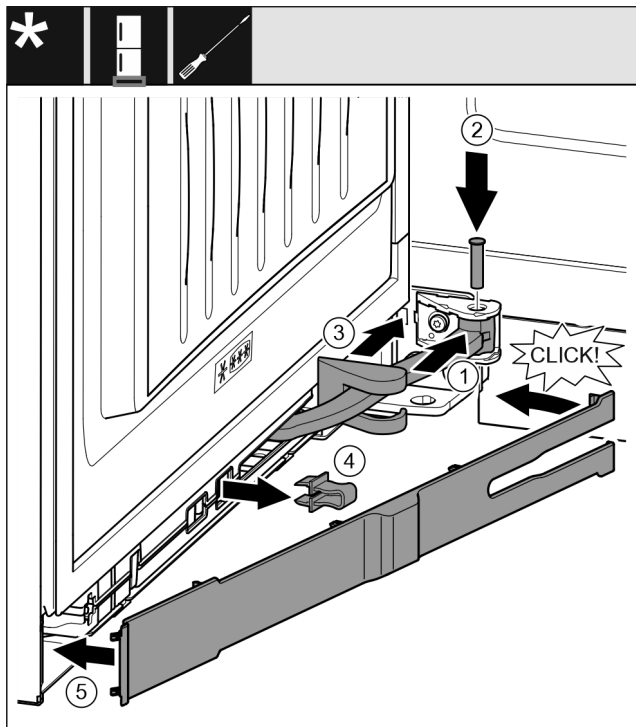

Fig. 41
- ▶ Forgassa a felfüggesztésbe a csuklót Fig. 41 (1).
- ▶ Helyezze a felfüggesztésbe és a csuklóba a csapszeget Fig. 41 (2) egy csavarhúzóval. Közben ügyeljen arra, hogy a reteszelő bütyök megfelelően illeszkedjen a horonyba.
- ▶ Tolja el a csapágybak fedelét Fig. 41 (3) a csukló mentén, és szerelje a felfüggesztés fölé.
- ▶ Vegye le a biztosítékot Fig. 41 (4).
- ▶ Helyezze fel a takarólemezt Fig. 41 (5), a fogantyú felőli oldalon és fordítsa be.